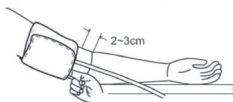

Abb. 6
- Setzen Sie die Manschette auf Ihren bloßen Oberarm, etwa 1-2 cm überhalb des Ellenbogengelenks. (s. Abb. 6)
- Die Manschette darf weder zu locker noch zu fest angelegt sein, so dass zwischen Manschette und Oberarm etwa ein Finger breit Platz hat (s. Abb. 6)